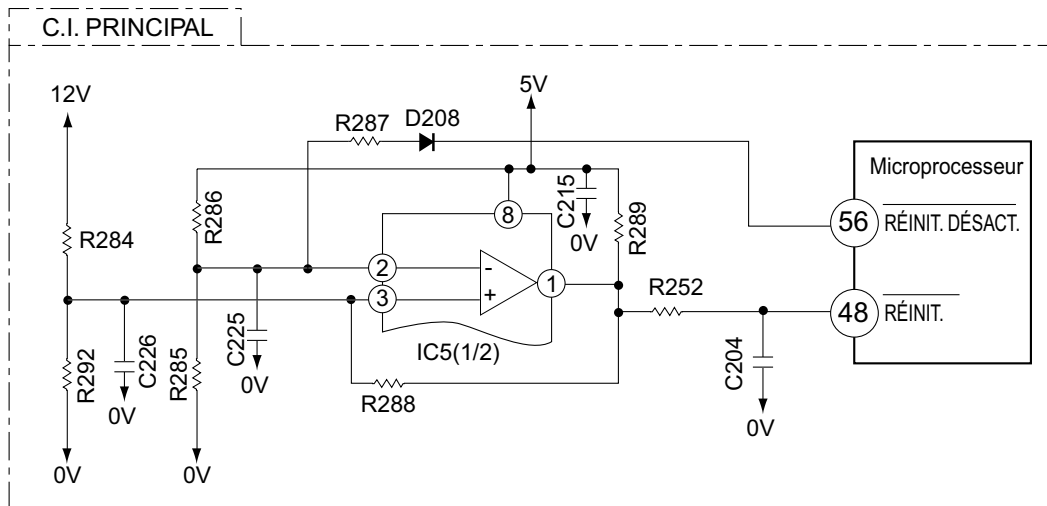

Fig. 6-7
La basse tension sur broche ④⑧ réinitialise le microprocesseur et la tension élevée active le microprocesseur. La Fig. 6-7 représente le circuit de réinitialisation et la Fig. 6-8 représente la forme d'onde à chaque point, lorsque l'unité est mise sous tension et hors tension.